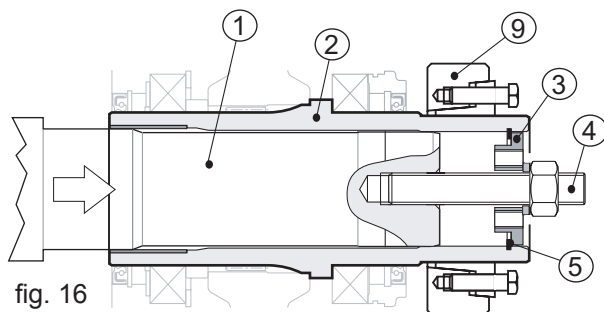

fig. 16
Luego, introducir en su alojamiento primero el anillo Seeger para internos (pos. 5) y, luego, la placa de fondo (pos. 3); a continuación, enroscar la tuerca de la barra roscada para poner en contacto los dos ejes (véase fig. 16).